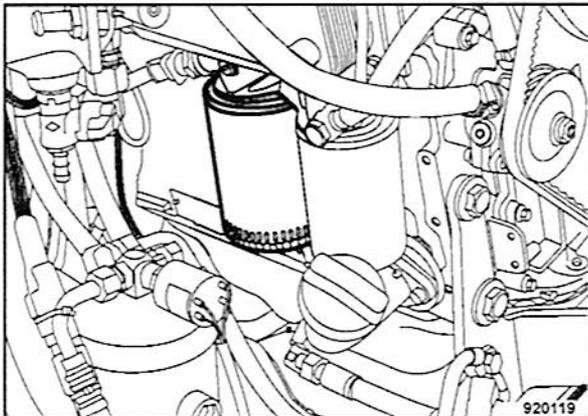

Fig. 130
- Soltar y desenroscar el cartucho filtrante (Fig. 130) con una llave de cinta apropiada.